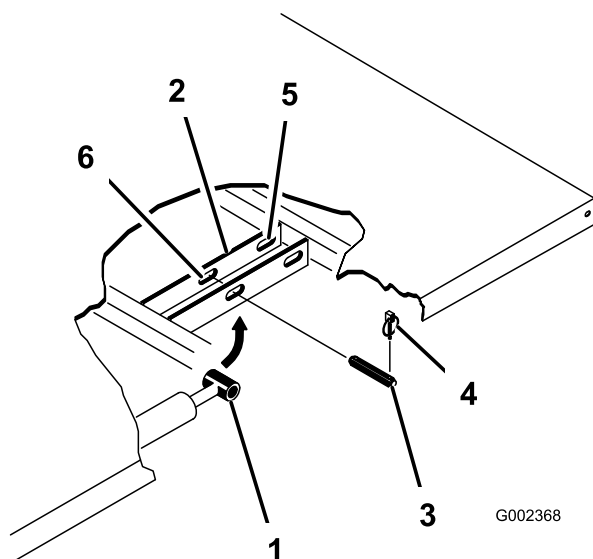

图23
3. 从油缸杆柱销的外端取下保险销图23。
4. 向内推动柱销卸下将油缸杆端固定到货斗安装板上的柱销图23。
5. 卸下将枢轴支架固定到机架槽上的保险销和柱销图23。